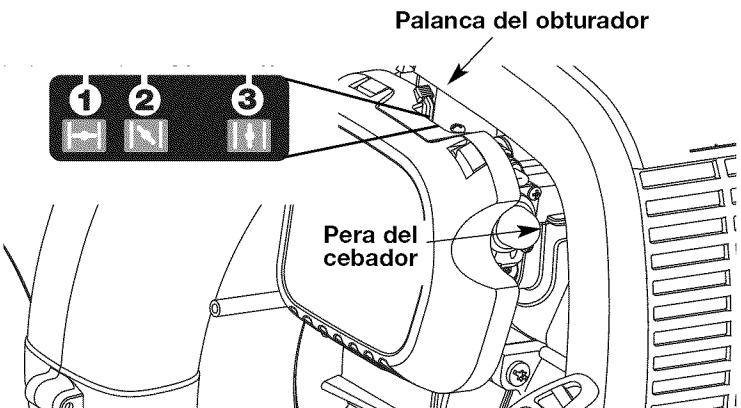

Fig. 15
3. Oprima completamente el cebador y suéltelo 10 veces. Hágalo lentamente. Se deberá ver un poco de **combustible en el cebador y en las tuberías de alimentación de combustible** (Fig. 15). Si no puede ver el combustible en el cebador, oprímalos y suéltelos tantas veces como sea necesario hasta que vea combustible en el mismo.
4. Coloque la palanca del obturador en **Posición 1** (Fig. 15).
6. Coloque la palanca del obturador en **Posición 2** (Fig. 15) y deje que el motor se caliente durante unos 5 a 10 segundos.
7. Coloque la palanca del obturador en **Posición 3** (Fig. 15). La unidad está lista para usarse.